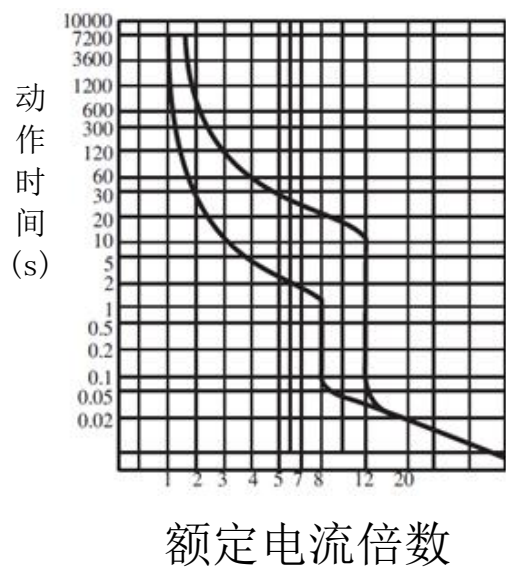

图 1 HYM3L-125 动作特性曲线
4.6 断路器反时限特性曲线及其温度校正曲线见图 1～图 14